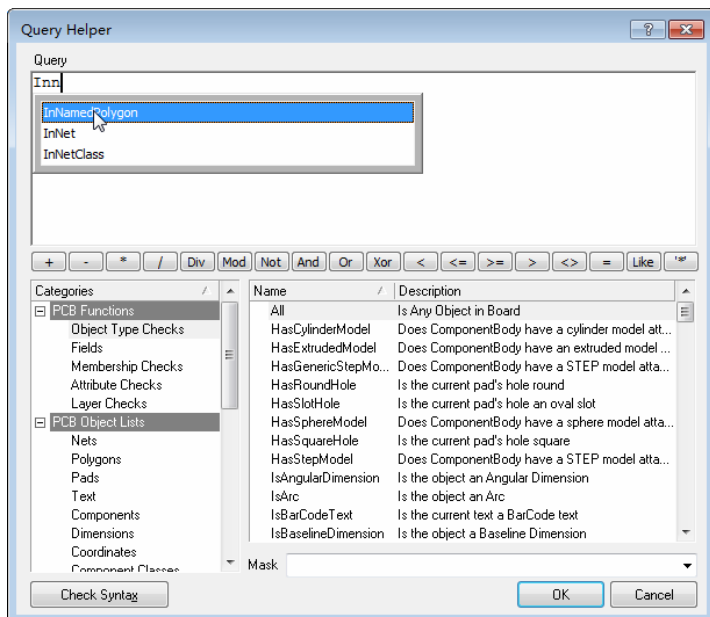

图 12-5 Query Helper 对话框
⑥ Advanced (Query): 选中该选项后, Query Helper 和 Query Builder 按钮激活。
a. Query Helper: 单击该按钮打开 Query Helper 对话框, 如图 12-5 所示。